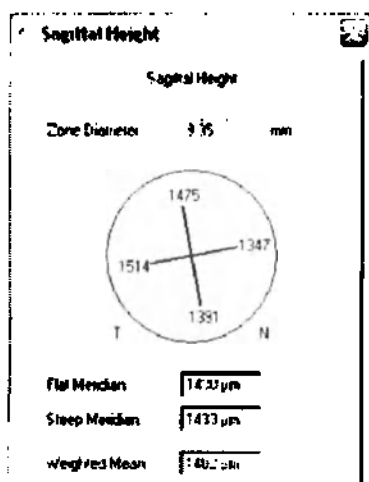

Рисунок 101. Шеймплфюг-изображение: настройки сагиттальной высоты
- ⚠ Расстояния отображены для каждого из полученных Шеймпфлюг-изображений в миллиметрах (мм). Дополнительно рассчитываются значения сагиттальной высоты на плоском и крутом меридиане в заданной области со стандартными настройками 9,35 мм (см. рис. 101 «Шеймпфлюг-изображение: настройки сагиттальной высоты» на странице 150).